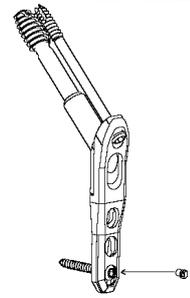

図 4-1
- 1) レギュラープレート, つば付きレギュラープレート (ショート), (ロング) の骨幹部に挿入された 4.5 コーティカルスクリューのヘッドドライブ部にアダプタを設置します。骨幹部 1 穴へのアダプタの適用はできません。(図 4-1) [以降はケーブル使用方法 (2-1. (3) 以降) を参照して下さい。]